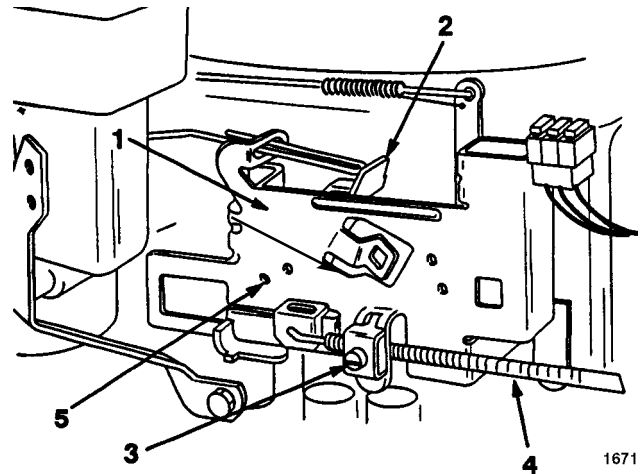

Figure 26
- B. Quand la commande est sur FAST, les trous de repérage du levier de commande du régulateur doivent se trouver dans l'alignement de la plaque du régulateur (Fig. 26). Si ce n'est pas le cas, se reporter au point 4 pour la procédure de réglage.
- B. Desserrer la vis de serrage du câble d'accélérateur jusqu'à ce que la gaine coulisse (Fig. 26).
- C. Déplacer la gaine du câble jusqu'à ce que les trous de repérage du levier de commande du régulateur se trouvent dans l'alignement de la plaque du régulateur (Fig. 26). Serrer alors la vis de serrage du câble.